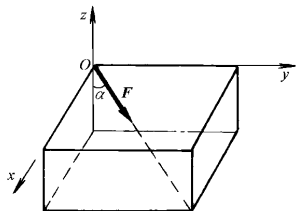

图 1-8
- 1-1 已知力  $F$  在直角坐标轴  $y$ 、 $z$  方向上（图 1-8）的投影  $F_y = 12\text{N}$ ， $F_z = -5\text{N}$ 。若  $F$  与  $x$  轴正向的夹角  $\alpha = 30^\circ$ ，试求此力  $F$  的大小和方向，并求此力  $F$  在  $x$  轴上的投影  $F_x$  的值。